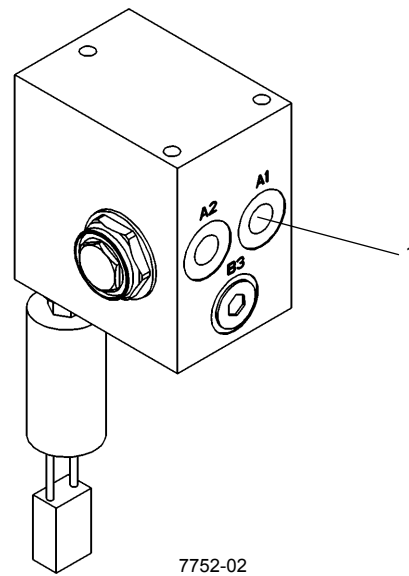

FIGURA 2-13
2. Instale un acoplador para diagnóstico y revisión de presión con manómetro en la boquilla de diagnóstico en la lumbrera "A1" de la válvula de carga del acumulador doble (vea la Figura 2-13).